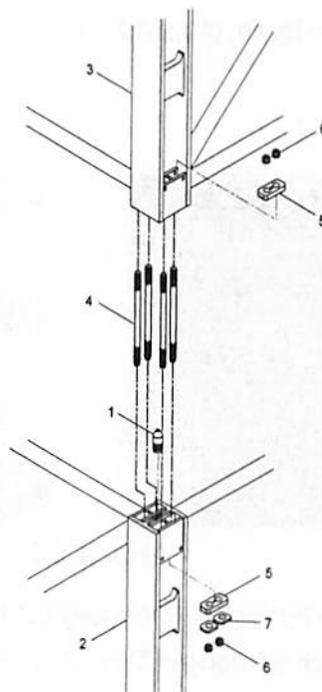

Abb. 3.2.4
C) Die Verbindungsstangen des Turmelements entfernen (Abb. 3.2.4) (Abs. 2.2.1.2).